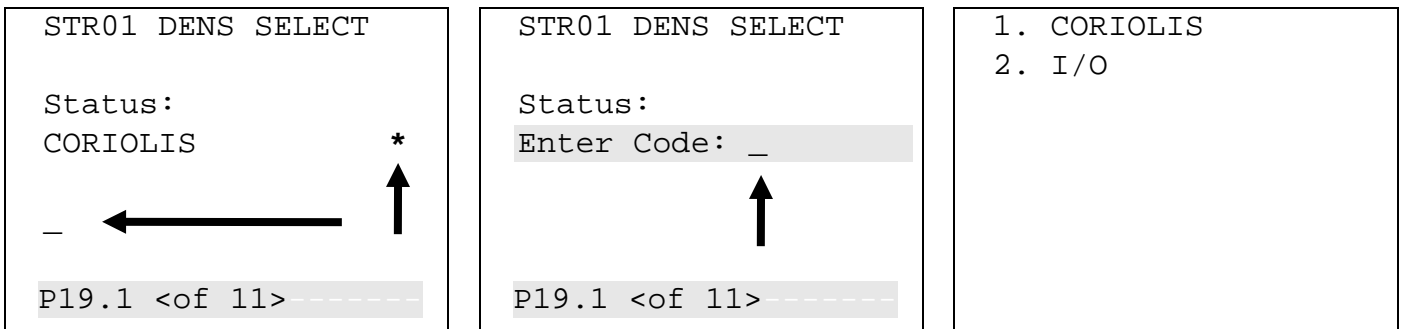

Abbildung 5-10. Ändern einer Anzeigeoption
Sie erkennen diese lesbaren/beschreibbaren Felder an dem Sternchen am rechten Rand der Datenseite und der blinkenden Unterstreichung (siehe *Abbildung 5-10*, ganz links):
- Suchen Sie die Anzeige und drücken Sie **CHNG (Ändern)**. Der mittlere Bildschirm (in *Abbildung 5-10*) wird angezeigt. Für die S600+ -Sicherheit (die Sie mithilfe der Config600-Software festlegen) müssen Sie einen Code zum Ändern von Werten bereitstellen.